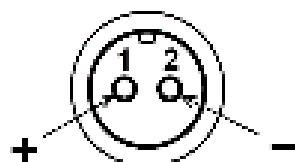

Рисунок 5. Подключение кабеля питания к считывателю (вид со стороны пайки)
- 1) Припаяйте штекер XS12 из комплекта поставки к кабелю питания 12V от блока питания, соблюдая полярность (см. рис. 5):